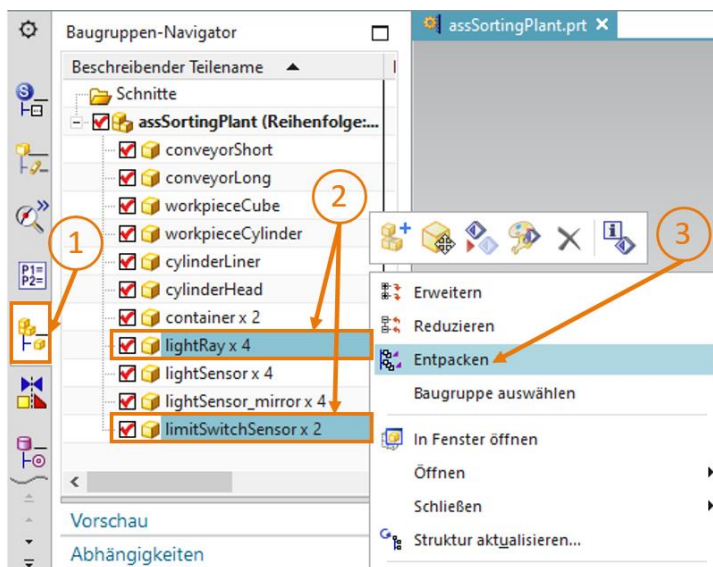

Abbildung 48: Modelle gleichen Typs in Baugruppe entpacken
- Zum Erstellen von einzelnen Kollisionssensoren müssen Sie in der Lage sein, auf einzelne Komponenten in der Baugruppe zuzugreifen. Öffnen Sie hierfür in der Ressourcenleiste den Reiter "**Baugruppen-Navigator**" (siehe Abbildung 48, Schritt 1). Selektieren Sie nacheinander die gepackten Komponenten "**lightRay x4**" und "**limitSwitchSensor x2**" und führen Sie einen Rechtsklick auf diese aus (siehe Abbildung 48, Schritt 2). Betätigen Sie in dem Kontextmenü den Befehl "**Entpacken**" (siehe Abbildung 48, Schritt 3). Damit ist es möglich auf die einzelnen Komponenten ohne Umwege zuzugreifen.